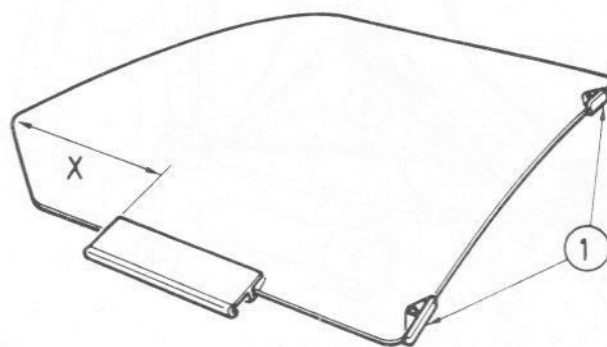
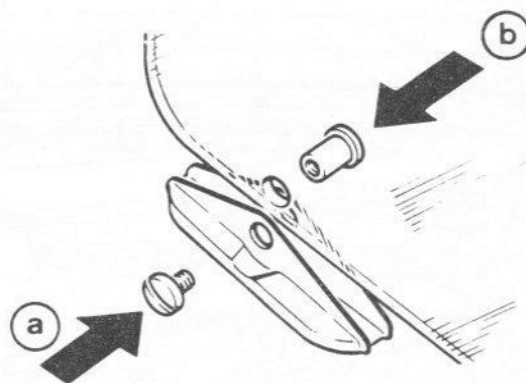

Fig. 13.118 Position du profilé sur la glace de custode – modèles Cabriolet (Sec 21)
Fig. 13.119 Vis (a) et manchon (b) de pose des tampons de guidage sur la glace de custode – modèles Cabriolet (Sec 21)
- 24 La repose se fait dans l'ordre inverse de la dépose. Si on installe une glace neuve, placer le profilé inférieur comme illustré à la Fig. 13.118. Enlever les tampons de guidage de l'ancienne glace en perçant les têtes des rivets. Les poser sur la glace neuve en utilisant les manchons spéciaux et les vis fournis par les concessionnaires Peugeot – voir la Fig. 13.119. Placer un peu de liquide de blocage sur les filetages des vis avant de les installer et de les serrer. Il n'y a pas de réglages comme pour la glace de porte.